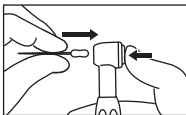

Fig. 2
- Вставьте рукоятку инструмента в зажимной патрон (Рис. 2) и отожмите кнопку.